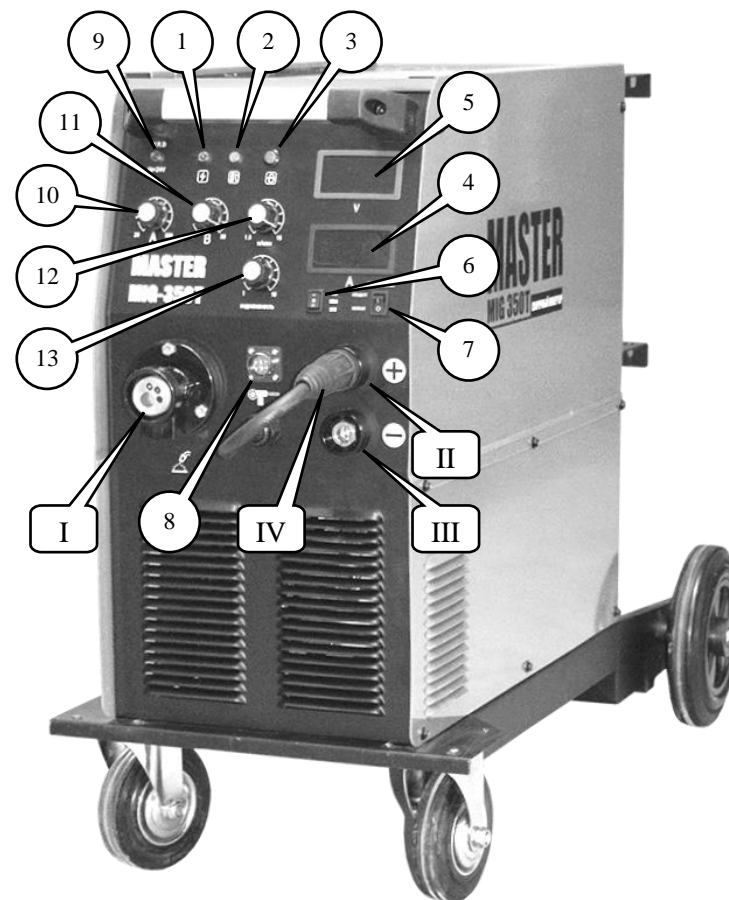

Рис. 1. Расположение органов управления и индикации.
- Подключить сварочную горелку к евроадаптеру I (Рис. 1) сварочного аппарата.
- Подключить силовой разъем горелки к разьему III ( - ) (Рис. 1) сварочного аппарата.